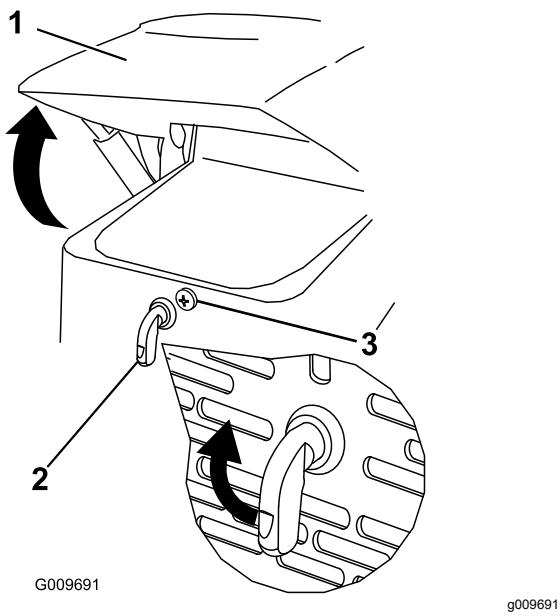

Figura 23
1. Allentate la vite di bloccaggio del cofano (Figura 23)
2. Girate il fermo del cofano in senso orario (Figura 23).
3. Ruotate il cofano verso l'alto (Figura 23).
3. Serrate la vite di bloccaggio del cofano per fissare il dispositivo di chiusura (Figura 23).